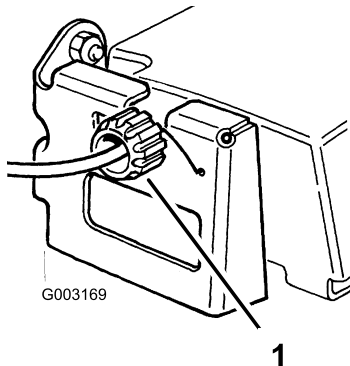

Bild 29
2. Drehen Sie das Einstellrad um eine halbe Umdrehung nach rechts, wenn der Rasenmäher seinen Selbstantrieb verloren hat. Wenn der Rasenmäher vorwärts kriecht, stellen Sie das Einstellrad eine halbe Umdrehung nach links, um den Riemen zu lösen (Bild 29).